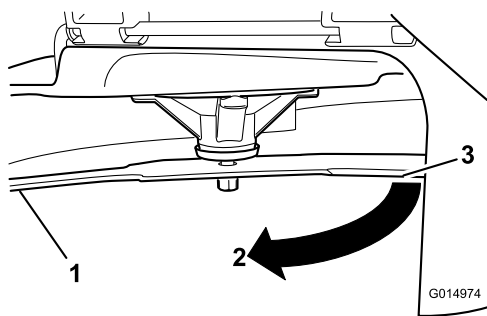

Bild 79
3. Zweiter zwischen Messer und Oberfläche (B) gemessener Abstand
4. Drehen Sie dasselbe Messer um 180 Grad, sodass die andere Schnittkante jetzt in derselben Stellung ist (**Bild 79**).